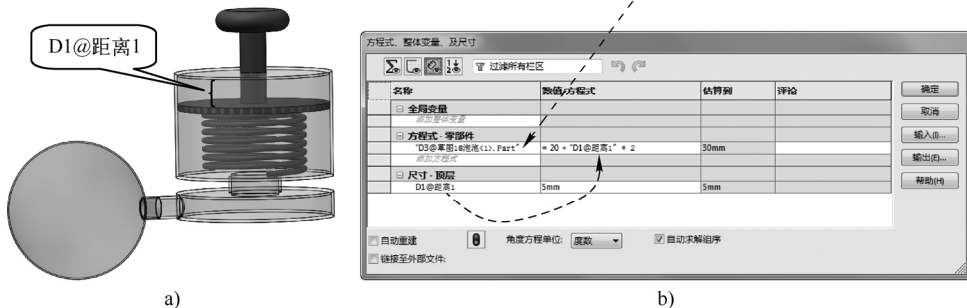

图 11-36 添加方程式操作
STEP 2 然后选择“工具”>“方程式”菜单项，打开“方程式*****”对话框，将光标置于“方程式·零部件”栏，单击“R30”尺寸，设置其数值为“ $= 20 + "D1@距离1" * 2$ ”，然后重新生成动画，播放动画，即可看到需要的效果，如图 11-36 所示。